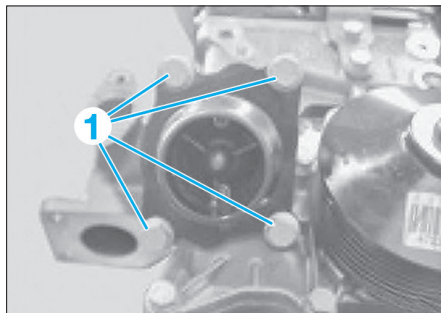

Fig. 43
- les vis (1) boîtier thermostatique (Fig.43).